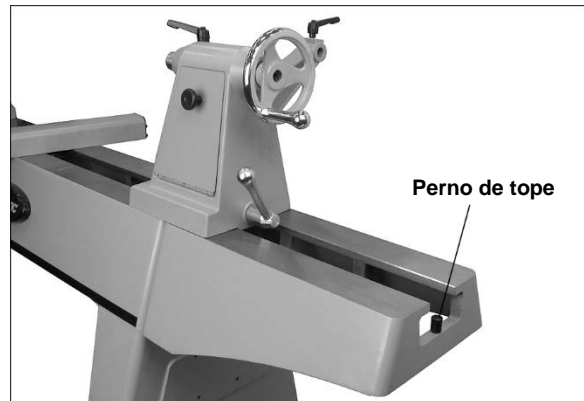

Figura 6-6: extensión opcional de bancada de 20"
2. Pida a un ayudante que sujete la extensión de la bancada al ras con el extremo del torno, e inserte cuatro tornillos de cabeza hueca de 3/8 x 1-3/4 con arandelas de traba y arandelas planas (proporcionadas con la extensión) por los agujeros superiores y las ranuras inferiores de la extensión de la bancada en los agujeros roscados del torno. Vea la Figura 6-6.
- Deslice el contrapunto sobre la junta donde se unen las bancadas, de modo que la tuerca de sujeción esté centrada sobre la junta (Figura 6-6). Trabe la manija de sujeción del contrapunto; esto alineará las bancadas.
- Desenrosque el perno de tope de la bancada del torno (Figura 6-6), y enrósquelo en el agujero del extremo de la extensión de la bancada.
Para quitar el cabezal, el contrapunto o la base de apoyo del soporte de la bancada, desenrosque y quite el perno de tope en cada extremo (vea la Figura 6-6). NOTA: Después de volver a montar estos objetos en el torno, inserte siempre el perno de tope.